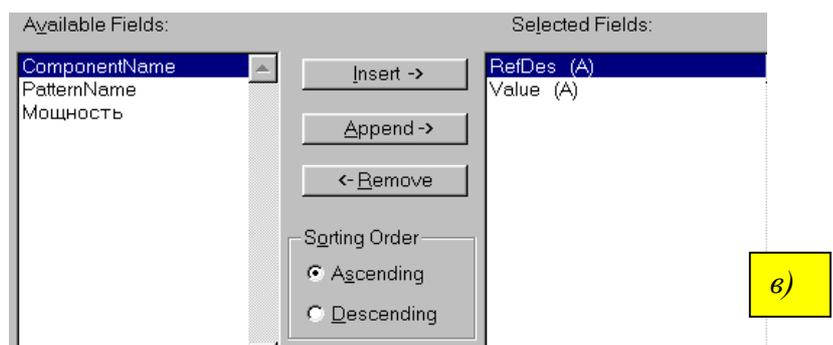

Рис. 6-34. Настройка вида отчета
6) На панели **Customize Report** (настройка отчета) в закладке **Format** установите параметры как показано на рис. 6-34, а. Здесь задается заголовок отчета (header) и нижний колонтитул (footer). Можно задать количество строк на листе (Lines Per Page), ширину колонок (Column Width) и расширение файла отчета (File Extension). В рамке Page Format (формат страницы) с помощью соответствующих флажков можно запретить или разрешить вывод заголовка, нижнего колонтитула, информации о проекте (Design Info), даты и номера страницы (Date/Page), разбивку на страницы (Pagination).
7) Перейдите в закладку *Selection* (отбор). Здесь можно указать, какая информация об элементе, и в каком порядке должна быть выведена в отчет (см. рис. 6-34,б), а также задать
8) Перейдите в закладку *Sort* (сортировка). Здесь (см. рис. 6-34,в) задаются режимы сортировки – по каким полям (список *Selected Fields*), и каком порядке - возрастания (флажок *Ascending*) или убывания значений (флажок *Descending*). Нажатие на кнопку **Append** позволяет добавить выбранное в списке *Available Field* (доступные поля) поле в конец списка выбранных полей. Кнопка *Insert* позволяет вставить поле перед выбранным в списке *Selected Fields*. Режим сортировки отображается буквами A и D в скобках после имени поля.